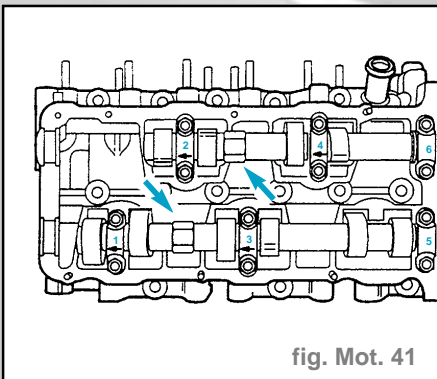

fig. Mot. 41
- Desserrer les pignons de chaîne d'arbres à cames, mais maintenir en même temps les arbres à cames avec la clé à fourchette de 24 (fig. Mot. 41).